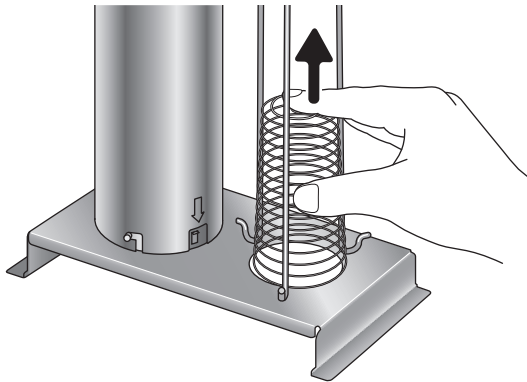

Abb. 7: Federn einsetzen
8. Falls Sie die Federn ausgebaut hatten, drücken Sie diese zusammen und fädeln Sie sie durch die Streben des Rösteinsatzes (Abb. 7).
Achten Sie darauf, dass Sie die Feder mit dem breiten Ende in Richtung der Rösteinsatzbohrung einsetzen (Abb. 7). Anderenfalls kann sich die Feder nicht korrekt entfalten.